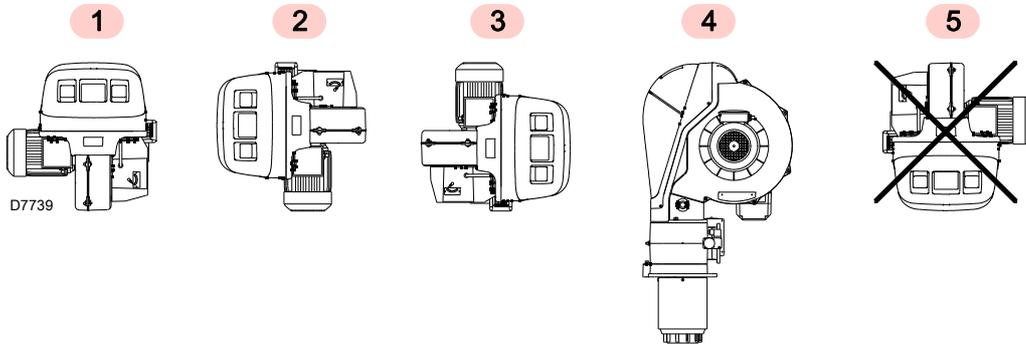

图 11
- 燃烧器设计为仅能安装在位置 1, 2, 3 和 4 (图 11)。